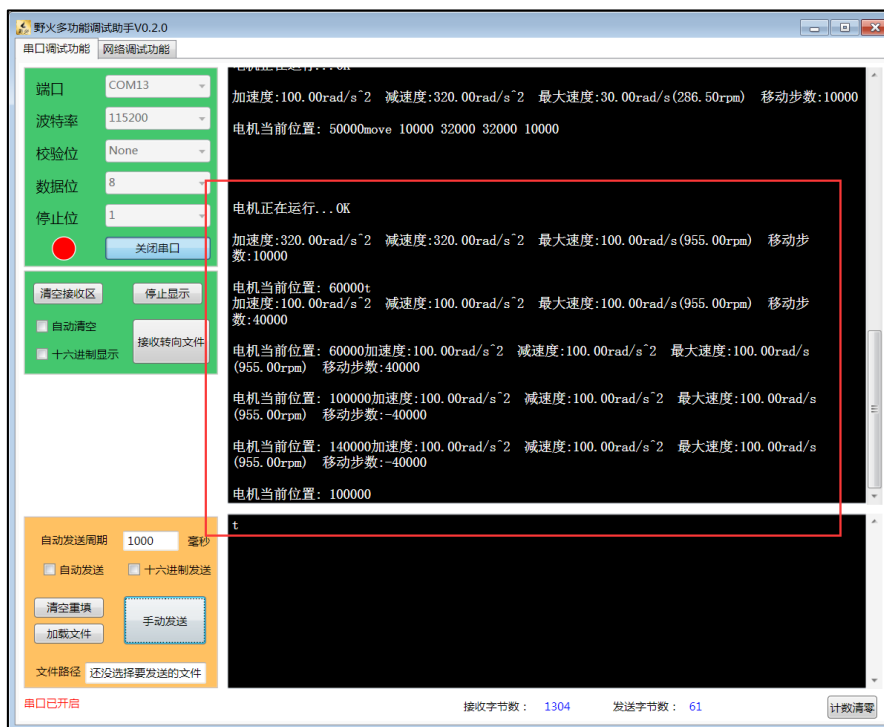

图 2-13 串口终端打印测试步进电机运动信息
- t: 以程序预置的方式运行, 在串口中断输入栏下输入“t”+回车键然后按发送, 开发板收到指令后, 串口会打印对应的加减速速度, 最大速度、移动步数及电机当前位置, 见图 2-13。